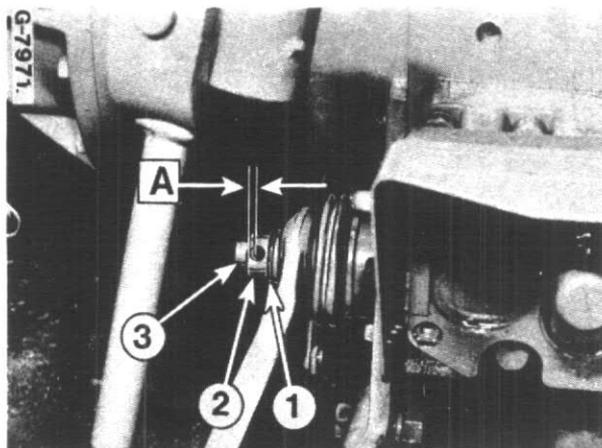

Fig. 78
Ajoutez des cales d'épaisseur (1, Fig. 78) pour obtenir la cote réglable "A" (déplacement de l'orifice dans la bague d'extrémité (2) jusqu'à l'orifice de la barre de flexion (3) situé vers l'extrémité de celle-ci.